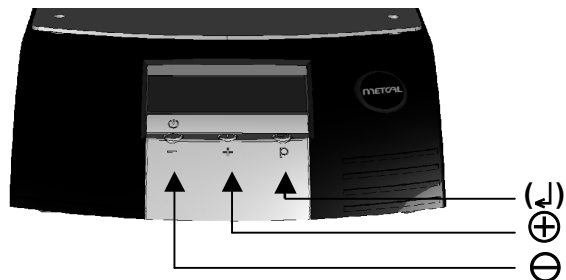

Figura 1: Modo de ejecución, antes de iniciar el perfil
10. Presione (↵) para continuar con el parámetro siguiente. Modo Turbo (TM) es para las regiones con <120VAC. Use los botones ⊕ o ⊖ para alternar entre **YES** y **NO** o bien, presione (↵) para pasar por alto este parámetro.
11. Hechos los cambios necesarios, mantenga presionado el botón (↵) por tres segundos hasta que la pantalla LCD deje de parpadear, para definir el perfil en la memoria y salir del modo de configuración. (Véase la Figura 1 anterior)